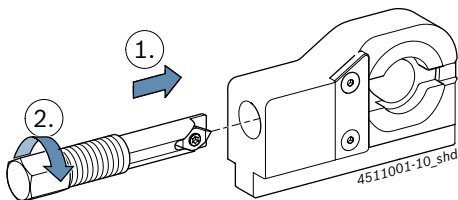

Abb. 11: Drehspindel befestigen
4. Drehspindel wie in Abb. 11 in das Demontagewerkzeug hineinschieben und in das Gewinde drehen.